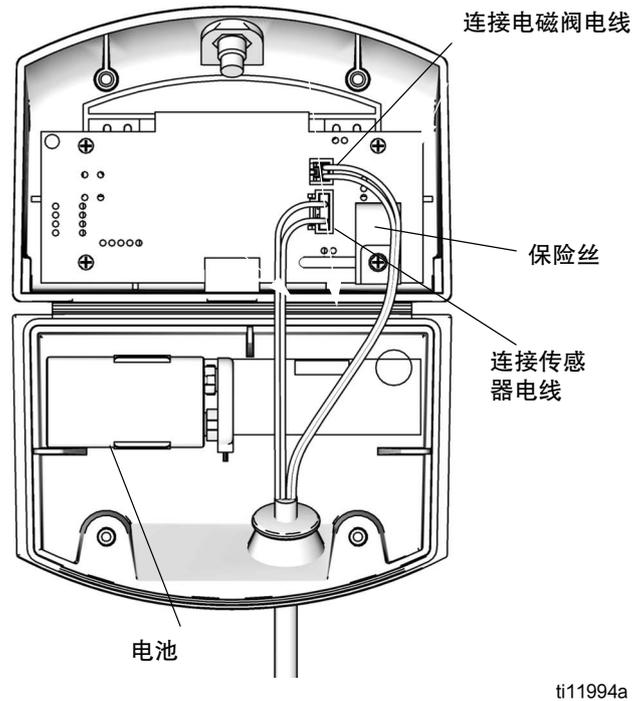

图 20: DataTrak 电池和保险丝的位置
5. 取下废旧电池，替换成正规的新电池。参见图 20 所示。